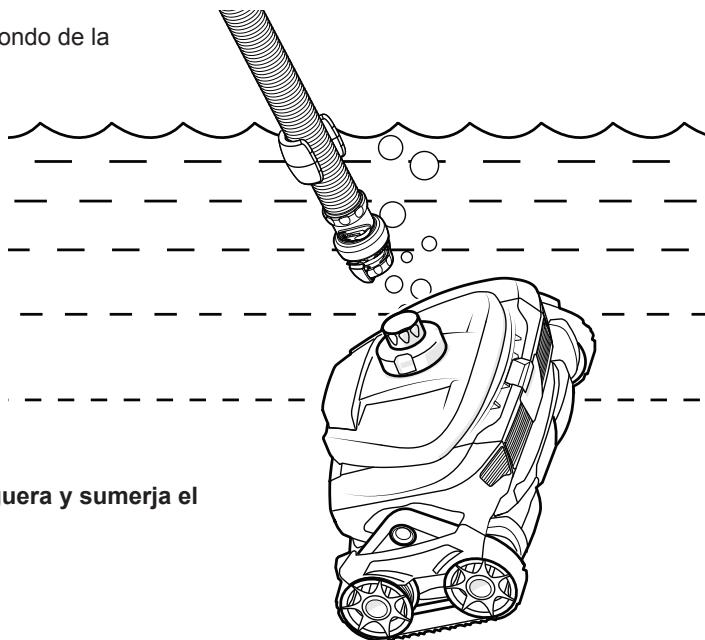

Figura 7. Conecte la manguera y sumerja el limpiador
- Sumerja la manguera y llénela de agua (sin burbujas visibles) (figura 7).